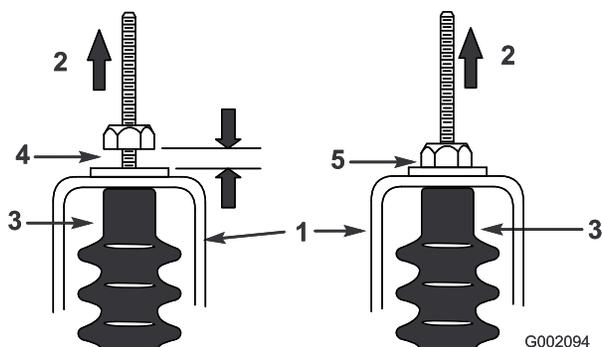

Figura 36
5. Puxe cada cabo de mudanças para se certificar de que existe folga de 0,76 - 1,5 mm entre a porca/anilha e o suporte neutro (Figura 36). Se não existir folga, ajuste as porcas para alcançar uma folga de 0,76 - 1,5 mm.